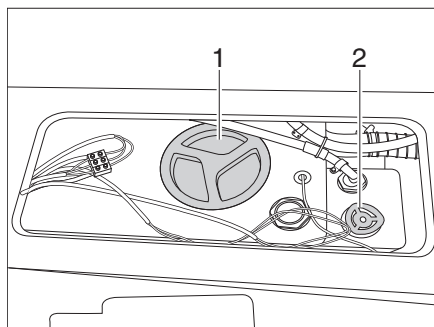
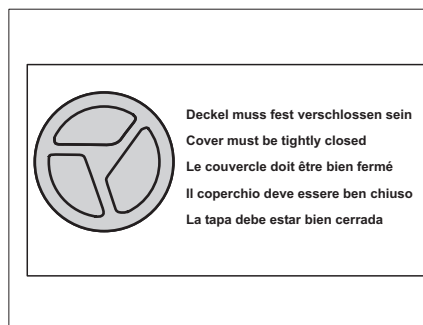
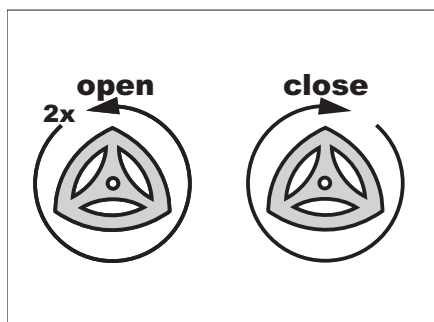
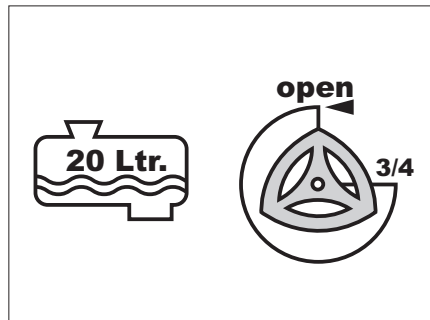

Bild 121 Wassertank
Bild 122 Warnschild Verschlussdeckel
Bild 123 Wassertank füllen - ablassen
Bild 124 20 l-Maximal-Befüllung
- ▶ Am Wassertank befinden sich 2 Verschlussdeckel (Bild 121, 1). Überprüfen Sie vor der Fahrt, ob **beide** Verschlussdeckel geschlossen sind. Warnschild (Bild 122) beachten.
- Stellrad (Bild 121, 2) im Uhrzeigersinn bis zum Anschlag drehen. Die Ablassöffnung im Wassertank ist geschlossen.
- Verschlussdeckel (Bild 121, 1) wieder auf den Wassertank schrauben.
- Stellrad (Bild 121, 2) 2 Umdrehungen gegen den Uhrzeigersinn drehen (siehe auch Bild 123). Die Ablassöffnung im Wassertank wird geöffnet und das Wasser wird abgelassen.
- Stellrad (Bild 121, 2) eine  $\frac{3}{4}$ -Umdrehung gegen den Uhrzeigersinn drehen. Das Frischwasser läuft bis auf 20 Liter ab (siehe auch Bild 124).
- Stellrad (Bild 121, 2) 2 Umdrehungen gegen den Uhrzeigersinn drehen.